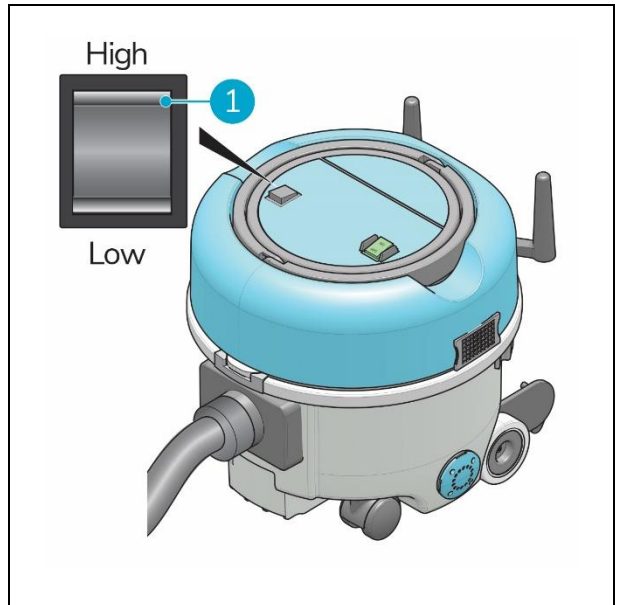

Figure 19
Appuyez sur le bouton high/low pour régler la vitesse du moteur d'aspiration (fig. 19, pos. 1).